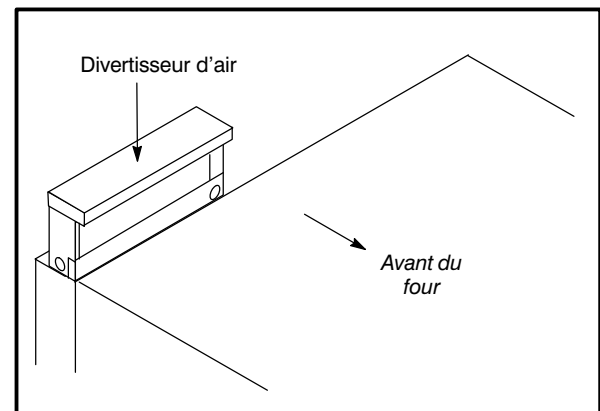

Figure 21
1. Placer le déviateur au-dessus du connecteur de cheminée avec la partie ouverte tournée vers l'avant du four. Voir Figure 21.